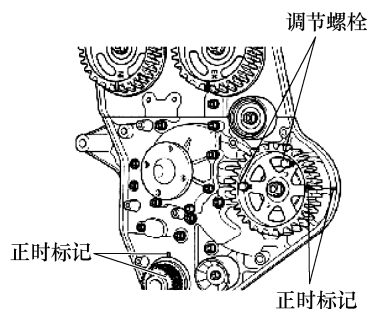

图 8-58 对准正时标记
② 将高压泵带轮装在带键的高压泵轴上后,预拧紧高压泵带轮锁紧螺母。
③ 如图 8-58 所示,对准高压泵带轮正时标记后,用两个调节螺栓固定高压泵带轮。
④ 拧紧高压泵带轮锁紧螺母。